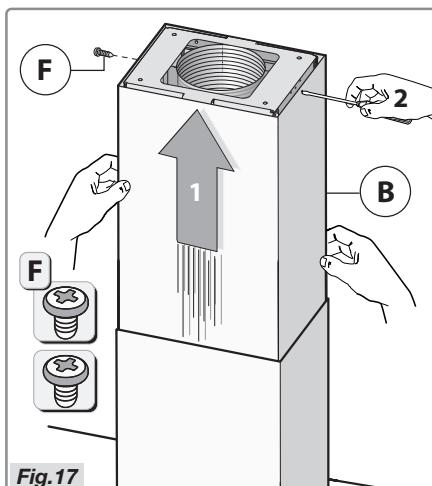

Fig.17
- Raccordez la tige **B** à la plaque du plafond à l'aide des deux vis **F** (Fig. 17).